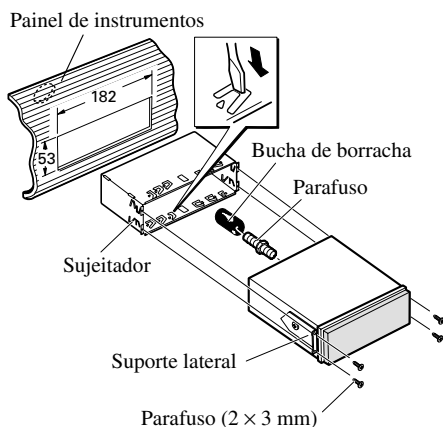

Fig. 15
2. Instale a unidade no painel de instrumentos. (Fig. 15)